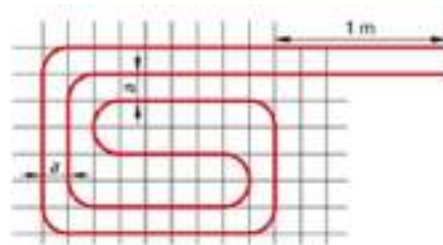

Fig.5.1.1.1 Ngrohja në dysheme
1. Ngrohja në dysheme, e cila është më e përdorura, pasi i përgjigjet më së miri komfortit në ndërtimet moderne. (Fig.5.1.1)